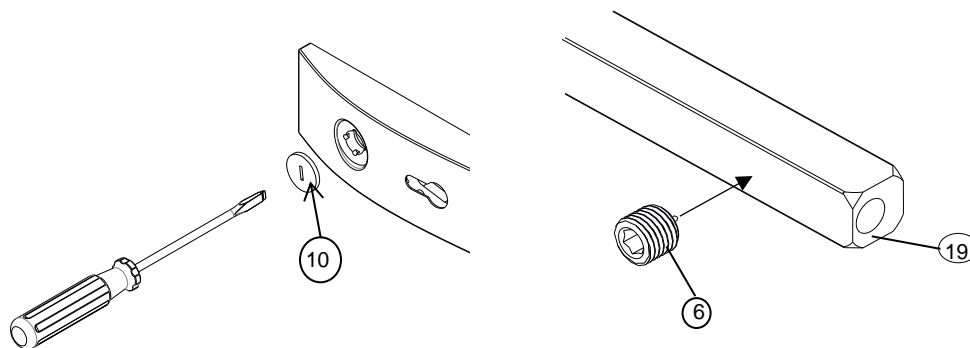

Abb. 2: Festziehen der Drückerführung mittels der Eindrehhilfe
5. Gegenplatte (8) mit Gummieinlage (7) und -schutzringen (18) durch das Glas (1) stecken. Schlosskasten (3) mit Gummieinlage (6) und Klemmplatte (4) auf die Gegenplatte setzen und beide Innensechskantschrauben (9) eindrehen.
6. Schlosskasten (3) ausrichten und mit Gegenplatte (8) fest verschrauben. Umlaufende Kontur der Gummieinlage dabei gleichmäßig ausrichten.
7. Bei PZ-Schlösser den Profil-Zylinder einstecken und nur beiliegende Senkschraube M5 (9) zur Befestigung verwenden, da eine längere Schraube den Schlossmechanismus beeinflussen kann. Die Befestigungsschraube für den Profilzylinder befindet sich seitlich zum PZ-Loch (Unter- oder Oberseite des Schlosskastens (3)).
8. Edelstahlgehäuse (5) aufsetzen und Kunststoff-Drückerführung (13) mittels der Eindrehhilfe (10) in den Schlosskasten eindrehen (Abb.2). Anschließend das Edelstahlgehäuse (5) mit den beiden beiliegenden M4 Senkschrauben am Schlosskasten (3) festschrauben. Das Edelstahlgehäuse (2) auf der Gegenseite mit der Kunststoff-Drückerführung (13) befestigen.